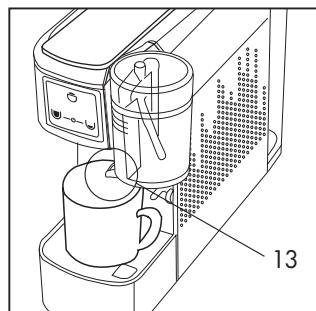

Fig. 12
- Cierre el soporte (11) y coloque la taza directamente sobre la rejilla. Controle que la tolva del vaso de la leche (13) esté orientada en la taza. (**Fig. 12**)